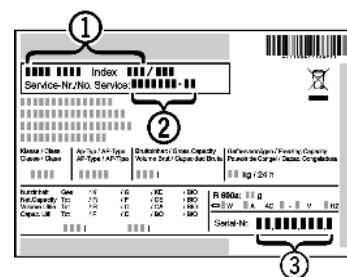

Fig. 42
- ▶ Apparaataanduiding Fig. 42 (1), servicenummer Fig. 42 (2) en serienummer Fig. 42 (3) van het typeplaatje aflezen. Het typeplaatje bevindt zich aan de binnenkant van het apparaat.